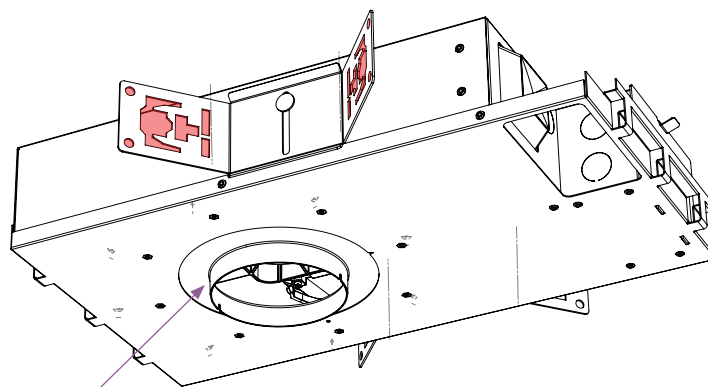

fig. 8 : collier
- a. Utilisez des barres ou un profilé en C (non fourni) pour monter le D2 au plafond. Les supports doivent passer par les trous des supports papillon et peuvent être utilisés pour suspendre le D2 sans vis (voir la fig. 8).